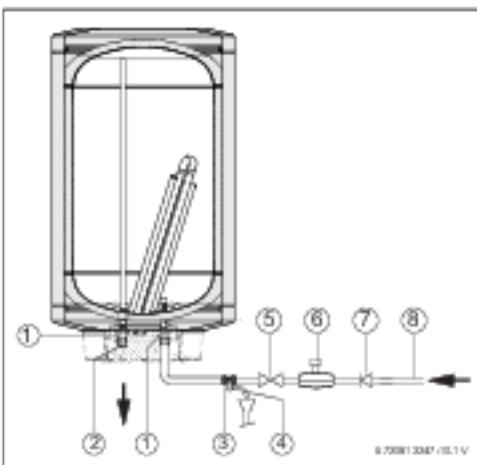

Рис. 9 Подключение воды
Для предотвращения неисправностей, вызванных неожиданными колебаниями давления в водопроводной сети, рекомендуется перед баком установить обратный клапан (рис. 9, [7]).
- Установите предохранительный клапан на подводке холодной воды к баку (рис. 9).
- ▶ Установите редукционный клапан (рис. 9).